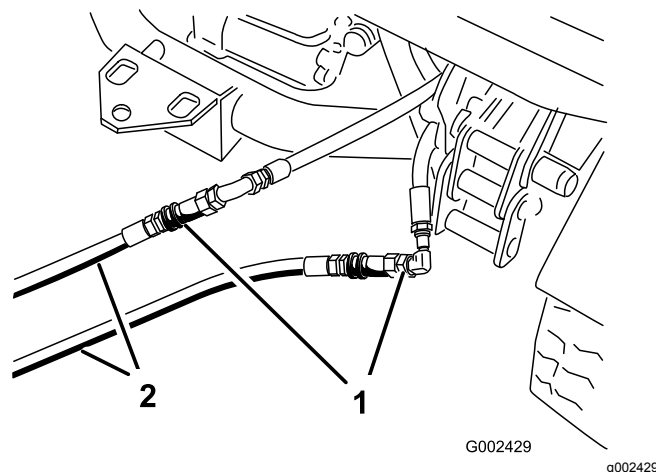

Figura 84
3. Na máquina parada, ligue as duas mangueiras de ligação às mangueiras que foram desligadas (Figura 84).